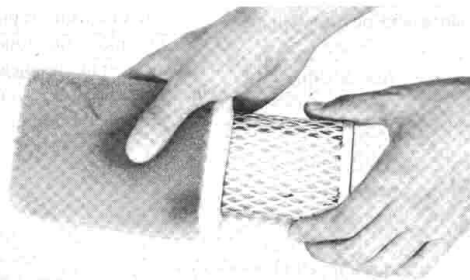

Fig. 2-3-5
2. Slip the element off the wire mesh guide. (Fig. 2-3-5)
2. Enlevez l'élément en le faisant glisser sur son treillis. (Fig. 2-3-5)